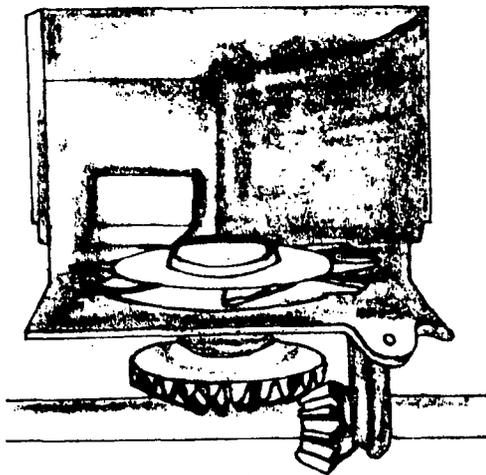

Fig. 10
**Estrela ou roda dentada (fig. 10).**